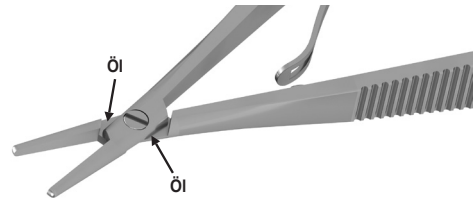

Abb. 3
- Bringen Sie das Instrumentenöl punktuell auf die zu öhlende Fläche auf (Abb. 3).